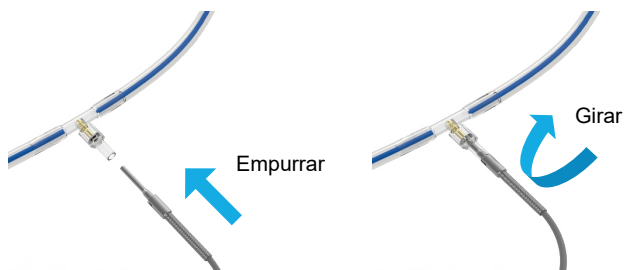

Figura 16 Conexão do sensor de temperatura ao kit de perfusão
- Conecte o sensor PV T2 azul à linha de perfusão PV, Figura 16; está localizado na saída do reservatório do fígado.